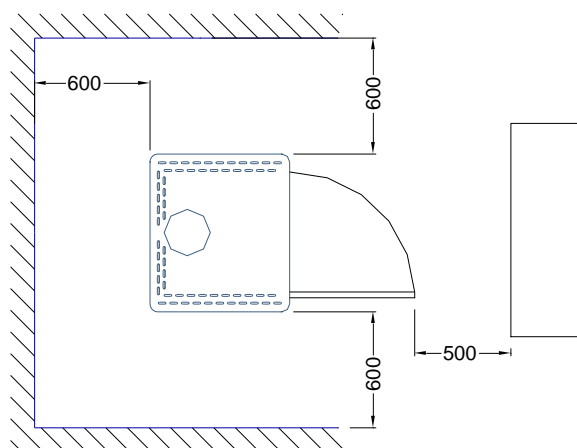

Fig 21
2. Démontez les portes du four et du foyer en les levant simplement. Fig. 21
10. Démontez les portes du four et foyer, simplement en les soulevant vers le haut. Voir Fig. 21